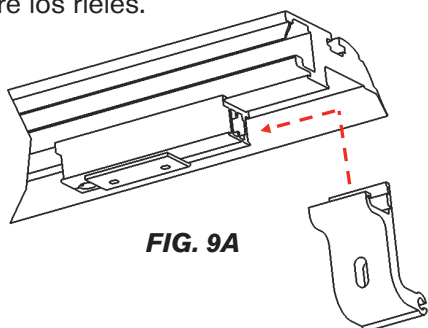
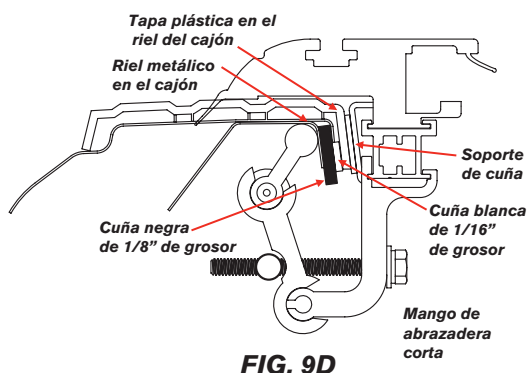

FIG. 9A
FIG. 9D
- Asegure los rieles a la plataforma de la camioneta instalando dos conjuntos de abrazaderas por riel. Deslice el agarre de la abrazadera en la extensión de la abrazadera hacia el soporte de la cuña (FIG 9A y 9B). Luego, ensamble el resto de las piezas de la abrazadera como se muestra a continuación (FIG 9D).
- Con el fin de proporcionar el mejor soporte para el riel, se han incluido cuñas para llenar los vacíos en la construcción de la plataforma. Despegue el reverso del adhesivo y coloque la cuña negra de 1/8" detrás del soporte de cuña del riel, entre la pared doble del riel metálico de la plataforma. Luego, pele y pegue la cuña blanca de 1/16" entre la cuña negra y la tapa plástica del riel de la plataforma. (Fig. 9D)